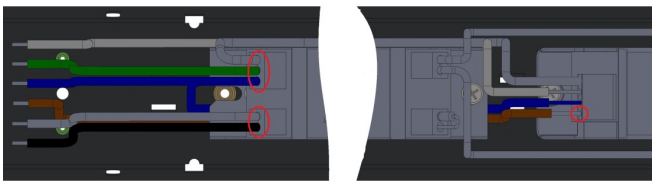

Рис.3
- Отсоедините провода питания, DALI (если есть) от драйвера, и провод зарядки аккумулятора от клеммы с пометкой "L" блока аварийного питания; См. Рисунок 3